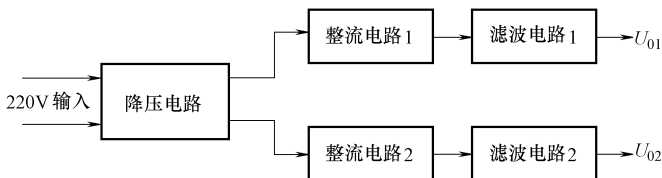

图 10-15 两路直流输出电压的电源电路框图
2) 多路直流输出电压的电源电路。图 10-15 所示是两路直流输出电压的电源电路框图。这种电源电路能够直接输出两个或更多等级的直流工作电压,而不是通过直流降压电路来得到多种等级的直流工作电压。